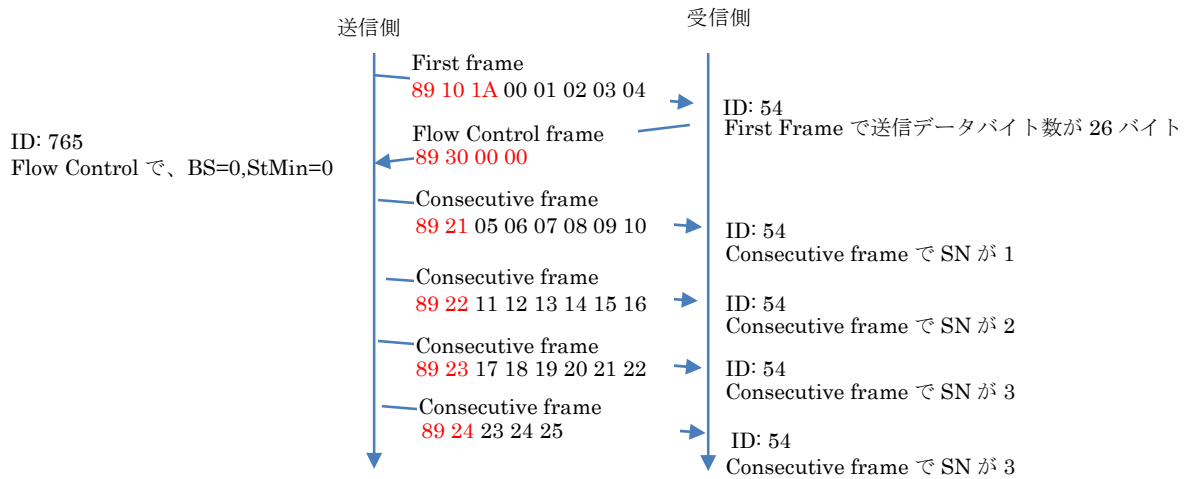

図 2.2.2.1
18. ここで、Tx Panelを使用して neoVI FIRE①からメッセージを送信してみます (3.2 項参照)。DataBytes 部を見ると、設定したデータが送信されていることがわかります。ただし、今回は1バイト目に 0x89 が挿入されていますが、これはまさに図 2.2.2.1 のデータフロー通りの内容となっています。